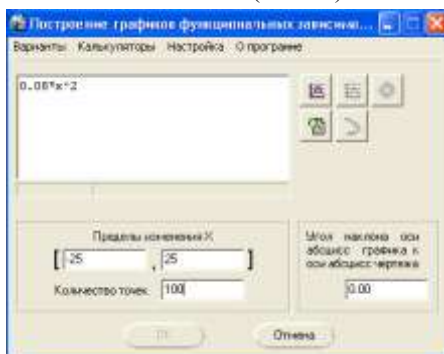

Рис.24
8. В диалоговом окне в поле ввода аналитических зависимостей ввести уравнение параболы $0,08 \cdot x^2$. В поля группы Пределы изменения Хвосты значения аргумента -25 и 25. В поле Количество точек ввести число 100 (Рис.24).